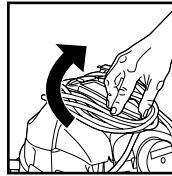

FIGURA 21
46. Tome los laterales del soporte posterior de enrollado de cable, y gírelos 180° en sentido de las agujas del reloj para regresarlo a su posición original. **FIGURA 21.**